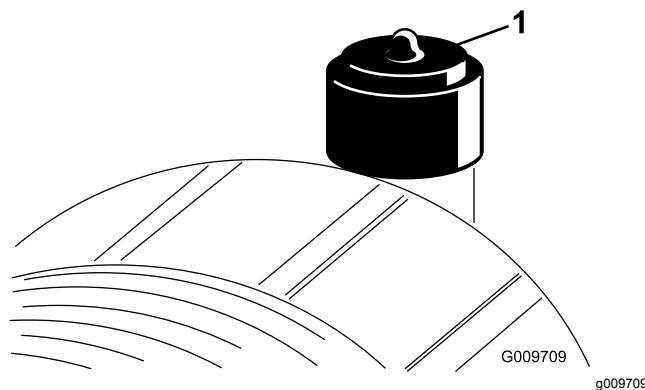

Bild 42
- Tauschen Sie den Luftfiltereinsatz aus, wenn die Luftfilteranzeige (Bild 42) rot ist. Reinigen Sie den Luftfiltereinsatz nicht übermäßig.